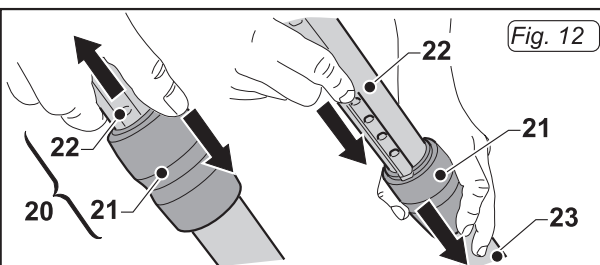

Fig. 12
- È possibile regolare la lunghezza del tubo telescopico (20 Fig. 12) agendo come segue:
- Per allungare il tubo premere con un dito verso il basso la ghiera (21 Fig. 12) e
contemporaneamente estrarre la parte superiore (22 Fig. 12) del tubo; raggiunta la lunghezza desiderata rilasciare la ghiera (21 Fig. 12) il tubo si bloccherà nella posizione di fermo più vicina;